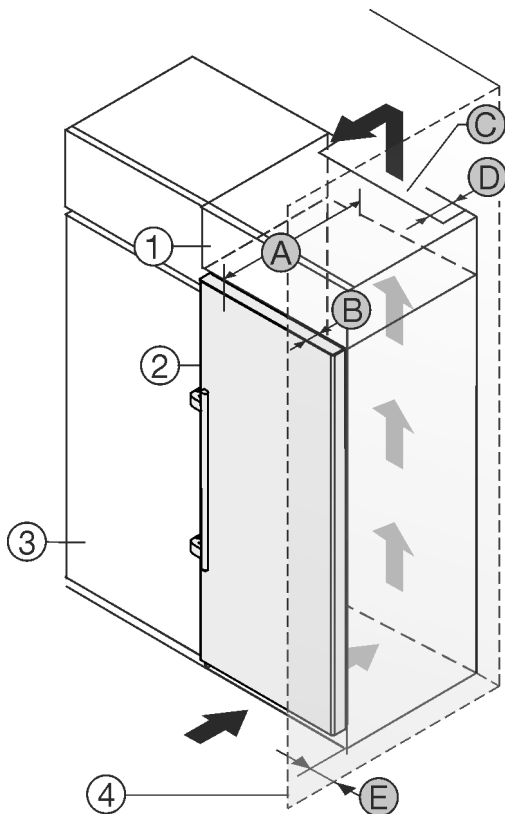

Fig. 1
Ju mund ta instaloni pajisjen direkt ngjitur me dollapin e kuzhinës Fig. 1 (3).
Në faqen e pasme të dollapit së montimit duhet të ketë një hapësirë ajrimi me thellësi Fig. 1 (D) në të gjithë gjerësinë e dollapit të montimit.
Nën mbulesën e hapësirës duhet respektuar seksioni tërthor i qarkullimit të ajrit Fig. 1 (C).
Nëse instaloni pajisjen me mentesha pranë një muri Fig. 1 (4), atëherë duhet që distanca midis pajisjes dhe murit të jetë të paktën 57 mm. Kjo përkon me zgjatimin e dorezës kur dera është e hapur.
Në mënyrë që dera të mund të hapet plotësisht, duhet që pajisja të dalë jashtë përpara kanatit të dollapit të kuzhinës sa thellësia e derës Fig. 1 (B). Në varësi nga thellësia e dollapëve të kuzhinës Fig. 1 (3) dhe përdorimi i ruajtësve të distancës nga muri, pajisja mund të dalë më shumë përpara dollapit.